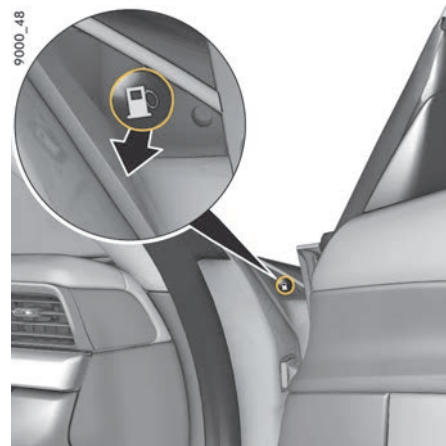

Fig. 178 : Actionnement de secours de la trappe de réservoir
2. Tirez le bouton dans la feuillure de la porte droite (fig. 178).